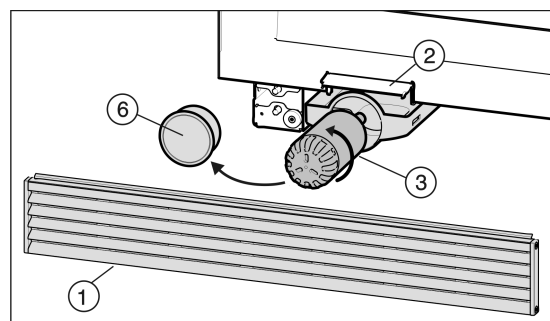

Fig. 5
- Tenir la grille d'aération Fig. 5 (1) vers le haut et la retirer en la tirant vers l'avant.
- Ouvrir le clapet de remplacement du filtre Fig. 5 (2).
- Retirer le filtre à eau Fig. 5 (3).
- Enlever le couvercle du filtre Fig. 5 (6).
- Tourner le filtre à eau Fig. 5 (3) d'env. 100° dans le sens contraire des aiguilles d'une montre.